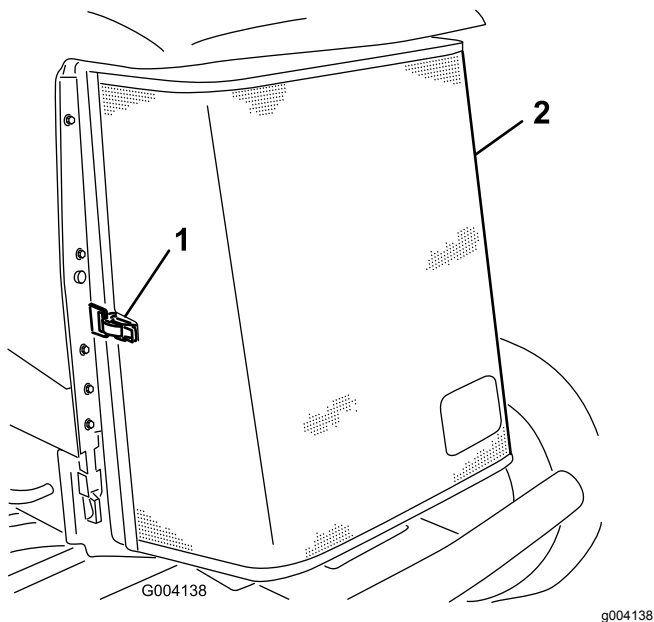

Figura 84
3. Desprenda a braçadeira e articule para abrir o painel traseiro (Figura 84).